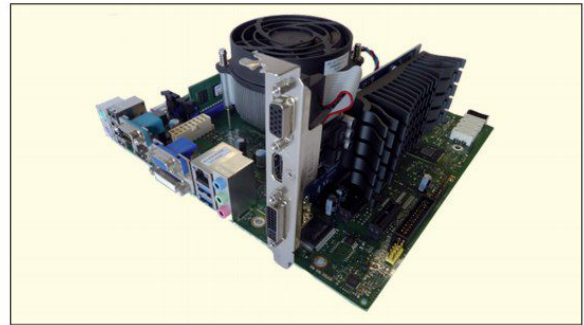

Bild 1: Grafikkarte auf Motherboard
1. Eine Grafikkarte (**Bild 1**) benötigt zur Darstellung von Bildern oder Filmen mit hoher Auflösung große Datenmengen. Damit die Daten schnell genug von der CPU bzw. dem Speicher geliefert werden können, wird die Grafikkarte in einem speziellen Steck-Sockel des Motherboards betrieben. Nennen Sie die Kurzbezeichnung des Stecksockels, aus der auch die Anzahl der zum Datentransport notwendigen seriellen Hochgeschwindigkeitsverbindungen, auch Lane (engl. = Fahrbahn) genannt, hervorgeht.